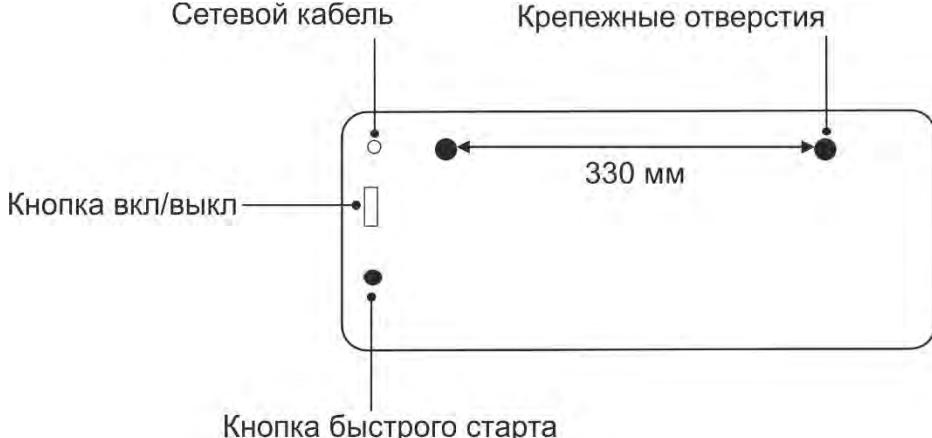

Рис. 4. Схема прибора (вид сзади)
3. Переведите кнопку включения/выключения (Рис.4) на задней поверхности в положение I. Будет слышен звуковой сигнал.
- При длительном неиспользовании прибора переведите кнопку включения/выключения на задней поверхности прибора (рис. 4) в положение 0 и выньте штекер шнура питания из розетки.
- Для включения прибора нажмите на кнопку быстрого старта на задней поверхности прибора, расположенную под кнопкой включения/выключения (Рис.4).